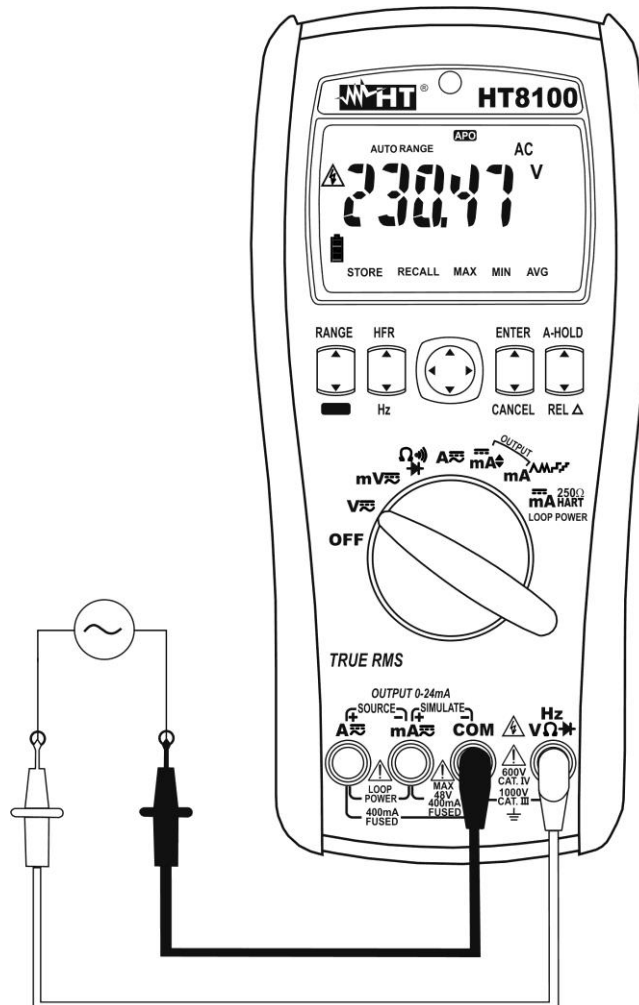

Fig. 3: Uso dello strumento per misura di Tensione AC
4. Inserire il cavo rosso nel terminale di ingresso **HzVΩ** e il cavo nero nel terminale di ingresso **COM** (vedere Fig. 3)